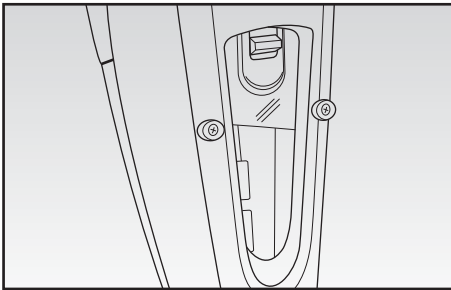

Abb. 7
- Auf der Rückseite des Geräts kontrollieren, ob der Staubbehälter (F) voll ist (Abb.7).